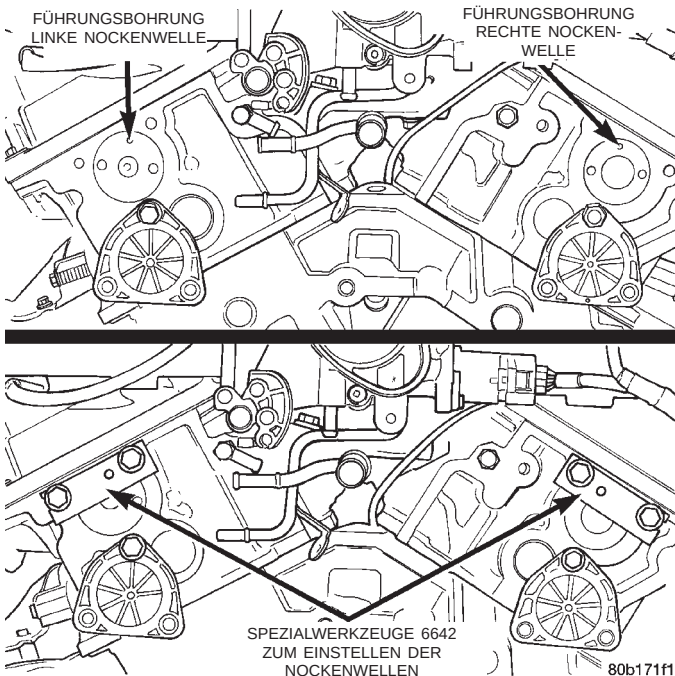

Abb. 49 Spezialwerkzeuge 6642 zum Einstellen der Nockenwellen
(3) Spezialwerkzeuge 6642 zum Einstellen der Nockenwellen auf der Rückseite beider Zylinderköpfe anbringen (Abb. 49).